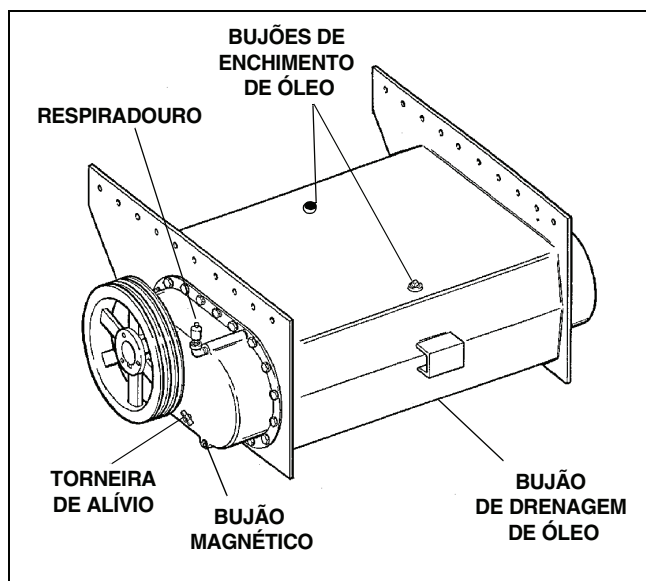

Figura 4-4. Trocando o Óleo
2. Remova o budo de drenagem de óleo e deixe que o óleo seja drenado em um recipiente adequado. Reinstale o budo de drenagem de óleo. Consulte a Figura 4-4.